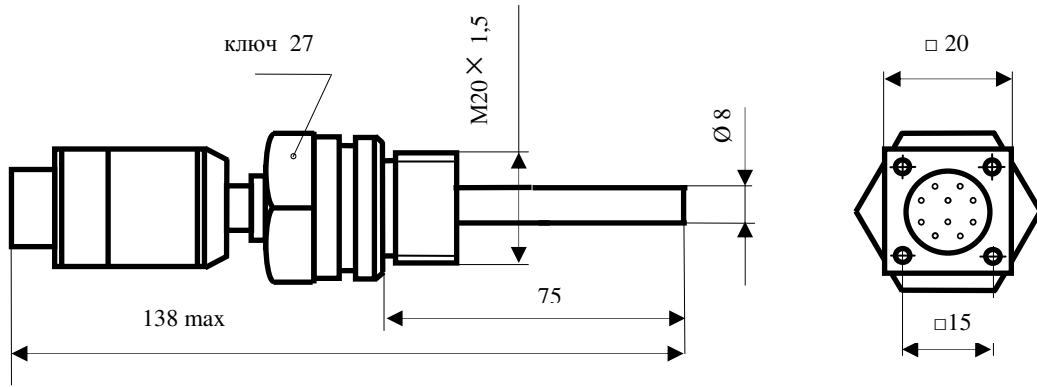

Рисунок 1. Термопреобразователей ТСП 001-03-75 модель 1 с 10 штырьковым разъемом
- Внешний вид и основные размеры термопреобразователя представлены на рис. 1 и 3